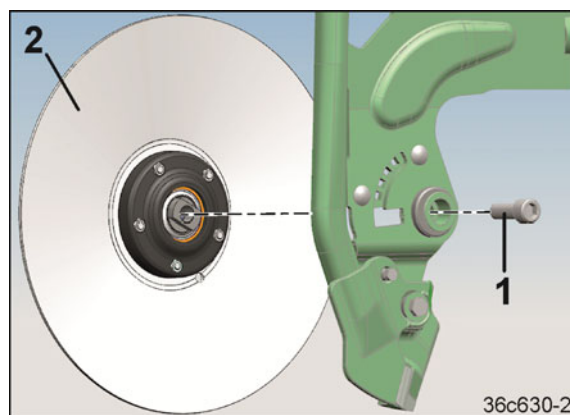

Fig. 308
2. Desfaceți șurubul cu cap cilindric 16X 45 (Fig. 308/1)
3. Îndepărtați discul fierului lung de plug (Fig. 308/2).
7. Montați discul fierului lung de plug (Fig. 308/2).
8. Aplicați șurubul cu cap cilindric 16X 45 (Fig. 308/1) și îl strângeți fix